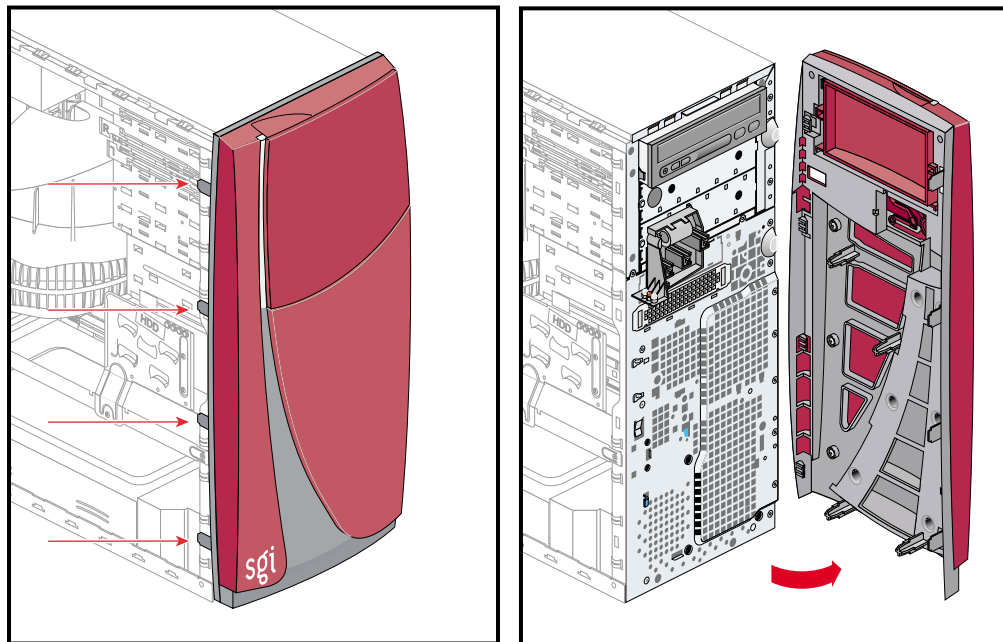

図 4-45 ベゼルの取外し
2. ベゼルの左端をシャーシの側面に固定しているタブを軽く引出します。続いて、ドアを開けるときのように、ベゼル左端を外側に向かって右に回転させます。図 4-45 を参照してください。